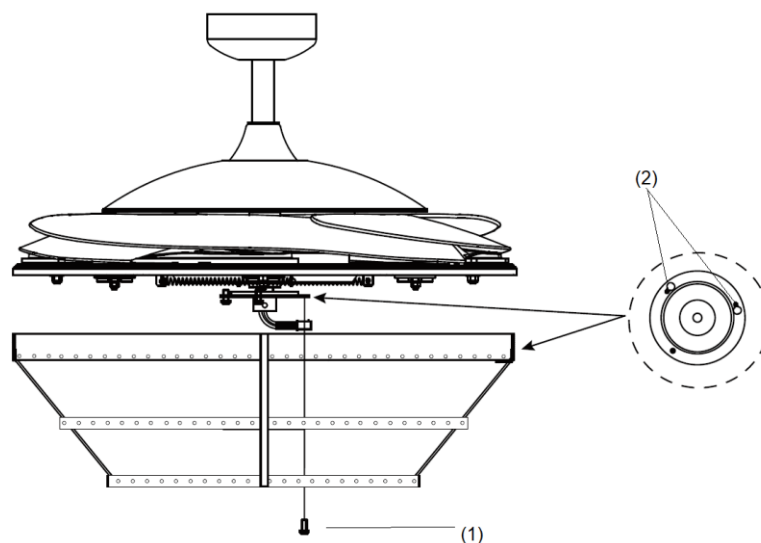

Afb. 5
Plaats de ventilatoreenheid op de montagebeugel. Zorg ervoor dat de gleuf (A) van de ophangkogel op de pen (B) van de montagebeugel (C) is geplaatst om te voorkomen dat de ventilator tijdens het gebruik tegendraait. (Afb. 5)
- Hang de ventilator op (Zie "De ventilator ophangen" afb. 5, pagina 6).